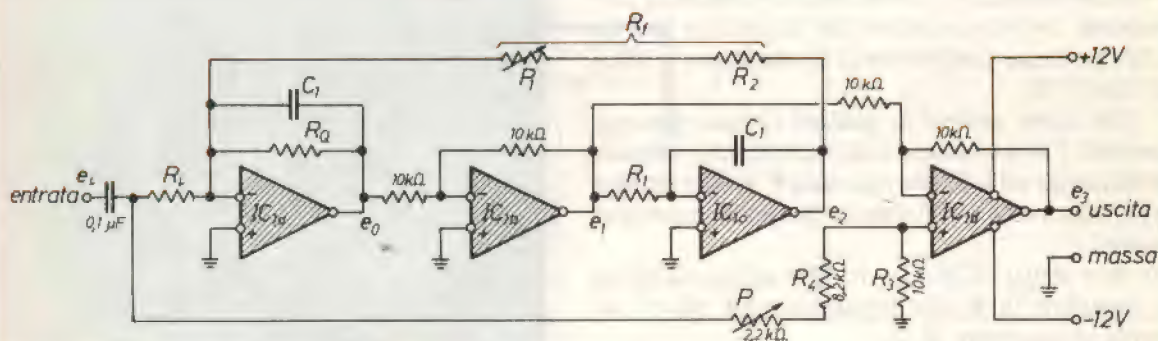

figura 1 - Schema elettrico di filtro notch. IC1a, IC1b, IC1c formano un filtro biquadratico; IC1d è un amplificatore sommatore.
circuito di figura 1 che consente di ridurre al massimo la larghezza del notch senza che, perciò, si manifesti instabilità. Detto sistema è costituito, in effetti, da due distinti dispositivi: un filtro selettivo ed un amplificatore sommatore. Il primo, formato da IC1a, IC1b ed IC1c, è un filtro biquadratico (5) che si comporta come un vero e proprio circuito risonante in parallelo.
Per ottenere il «notch» (figura 1), al filtro biquadratico è fatto seguire l'amplificatore operazionale sommatore IC1d. Al suo ingresso (-) viene applicato e_o invertito da IC1b; all'ingresso (+) arriva invece il se-
Si desidera realizzare, secondo il circuito di figura 1, un filtro notch a guadagno unitario, centrato su 1500 Hz con una larghezza di notch di 100 Hz a -3 dB.